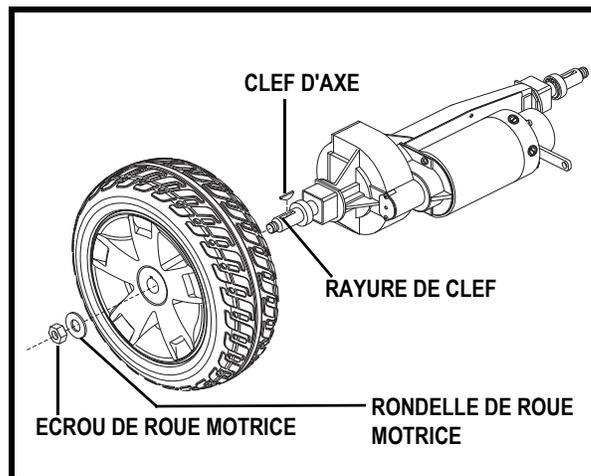

Figure 26. Enlèvement de la roue motrice à âme pleine
3. Enlever le l'ecrou et la rondelle de roue motrice sur l'essieu. **Voir la figure 26.**
**Voir la figure 26.**